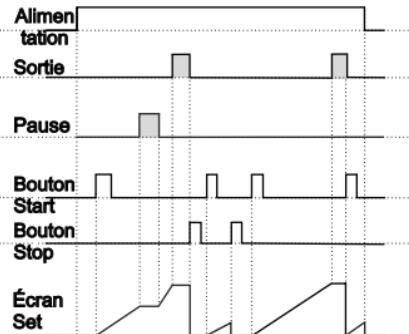

Figure 2.4
1.4.2 Si le comptage est ***dEct*** = 0 et que ***outF*** est ***bFF***, le schéma de commande sera celui illustré à la figure 2.4